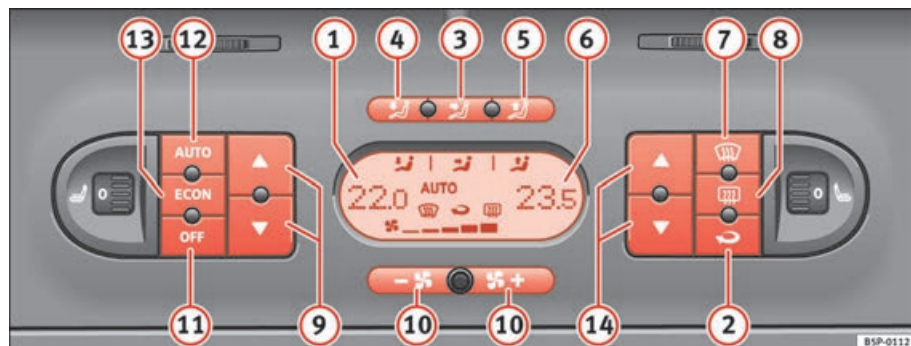

Fig. 133 Sulla plancia portastrumenti: i comandi del Climatronic 2C
- Premere uno dei tasti compresi tra ⇒ pag. 164, fig. 133 3 e 5 oppure il tasto **ECON**; altrimenti ruotare la manopola di regolazione della ventola 10. Il simbolo **AUTO** scompare dal display.
- Il ricircolo dell'aria si attiva e si disattiva premendo il tasto  ⇒ pag. 164, fig. 133 . La funzione risulta attiva quando sul display appare il simbolo .